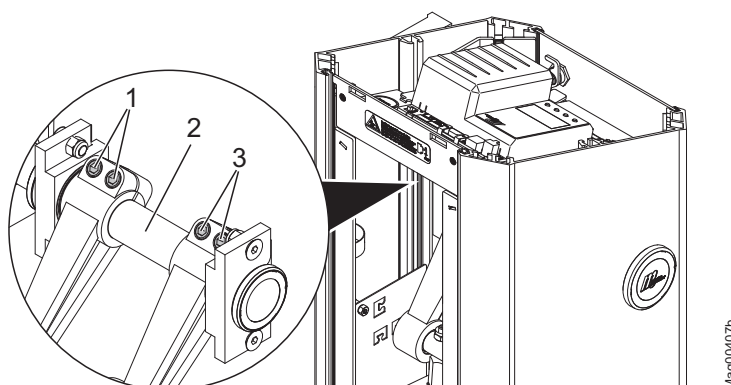
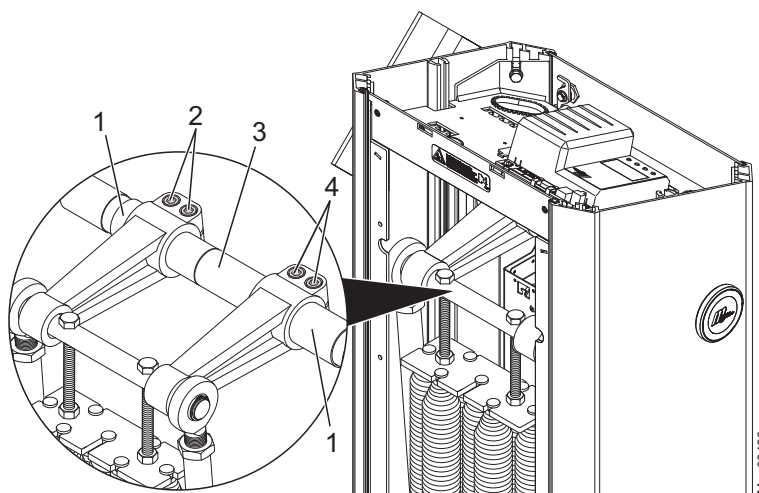

Fig. 27: Access XL løsne unbrakoskruene
Fig. 28: Access XXL løsne unbrakoskruene
- Løsne de 4 unbrakoskruene SW 10 på begge spennearmene. Ikke fjern unbrakoskruene. Løsne de 4 unbrakoskruene SW 10 på begge spennearmene. Ikke fjern unbrakoskruene. → For Access XL se side 64, Fig. 27 og for Access XXL se side 64, Fig. 28.